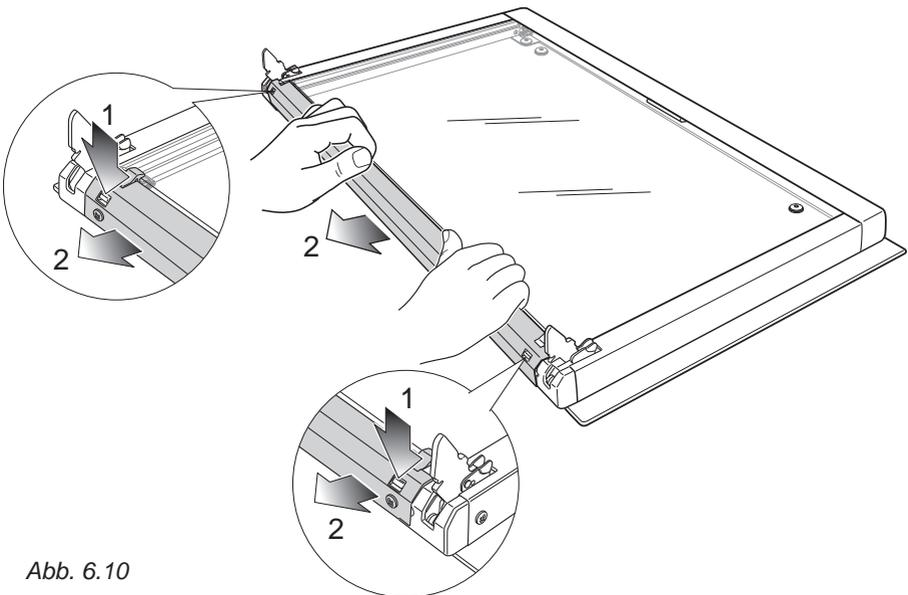

Abb. 6.10
1. Entfernen Sie die Backofentür und legen Sie diese auf eine weiche Oberfläche. **WICHTIG:** Die Tür muss waagrecht positioniert werden, wie in Abb. 6.10.